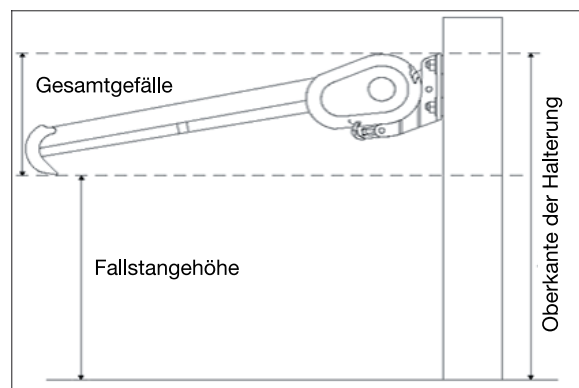

Bild 1
- Bestimmen Sie die Höhe, in welcher die Markise an der Wand befestigt werden soll. Soll die Markise über einer Tür montiert werden, sollte sie mindestens 20 cm über der Tür angebracht werden. Beachten Sie auch das Gefälle der Markise. Der Winkel kann jedoch bei Bedarf leicht verstellt werden (Bild 1).